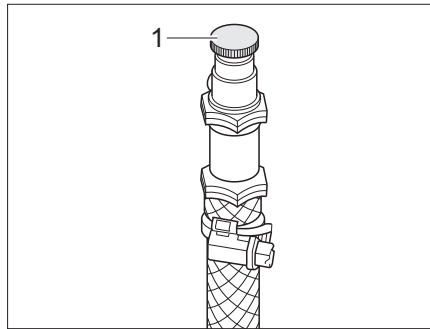

Bild 278 Entlüftungsventil Warmwasser-Heizung
- Das Entlüftungsventil (Bild 278,1) öffnen und geöffnet lassen, bis keine Luft mehr austritt.